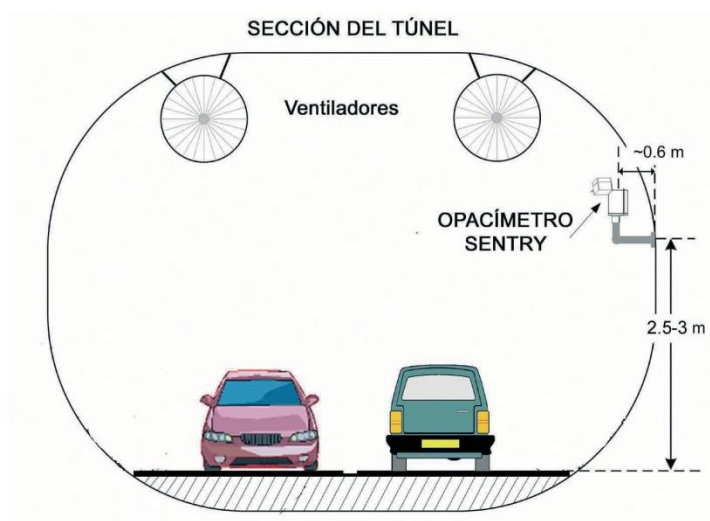

Figura 2.1.3-1 Localización de instalación del Sentry™
- En la figura 2.1.3-1 se muestra como se deben de instalar los sensores.
3. Gire el sensor de modo que el soldado del brazo cruzado del sensor quede paralelo al túnel y los cabezales TX y RX estén de cara a la calzada tal como se muestra en la Figura 2.1.3-1